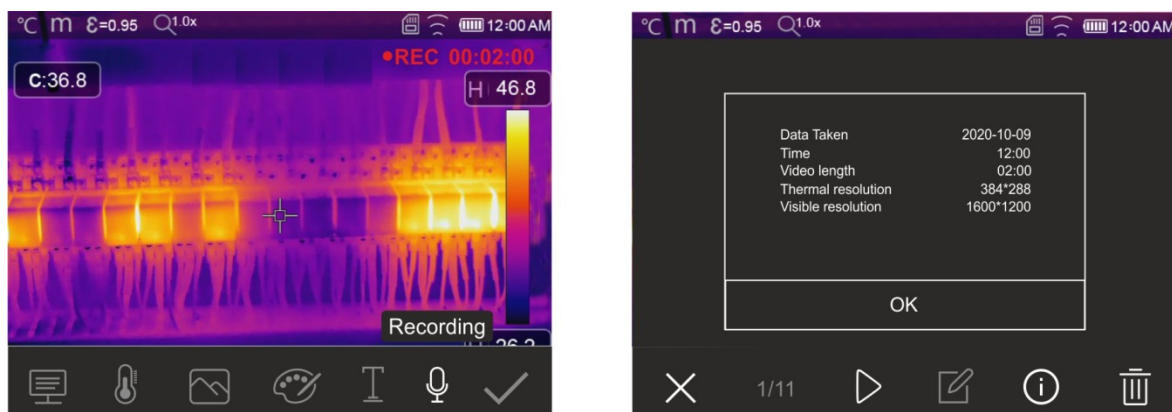

Fig. 51: Enregistrement vidéo IR
2. **Appuyez sur la touche T (Gâchette) et maintenez-la enfoncée pendant au moins 2 secondes.** L'indication « REC » apparaît en haut pour indiquer l'enregistrement en cours (voir Fig. 51)